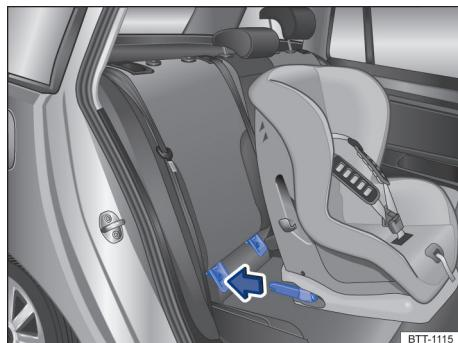

Fig. 53 Representação esquemática: instalar a cadeira de criança ISOFIX com os braços de apoio.
- Inserir os braços de apoio da cadeira de criança nas ancoragens ISOFIX ou i-Size → Fig. 53. A cadeira de criança deve engatar de modo seguro e audível.